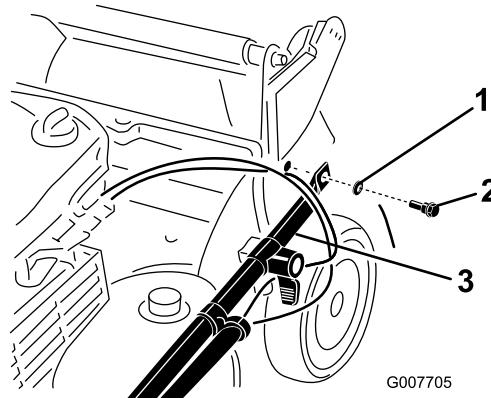

Figura 3
2. Fija los extremos del manillar al alojamiento del cortacésped con 2 arandelas y 2 pernos de manillar (Figura 3), pero no apriete los pernos del manillar.